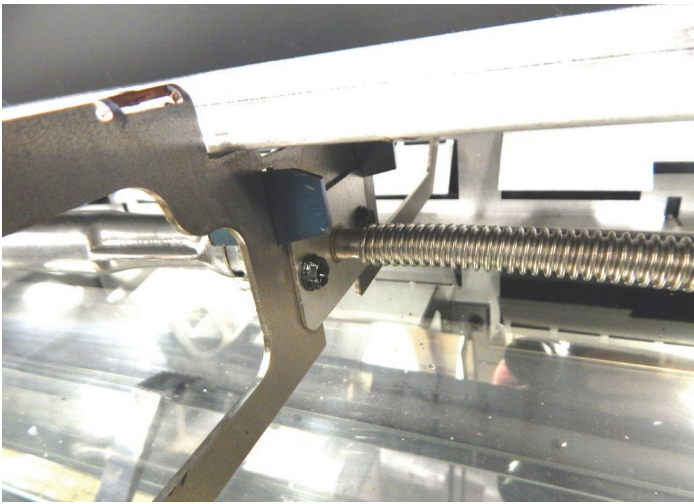

Figure 8
15. Poser de nouveau l'ensemble du brûleur. Aligner l'obturateur d'air au-dessus du porte-orifice, puis déplacer l'ensemble du brûleur vers la droite. S'assurer que les pattes de fixation du brûleur central sont complètement engagées dans les supports centraux. **Voir Figure 8.**